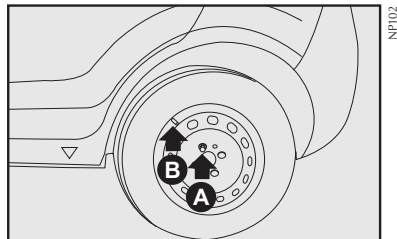

fig. 8
8) Atarraxar apenas um dos parafusos **A-fig. 8**, em correspondência com a válvula de enchimento **B-fig. 8**;